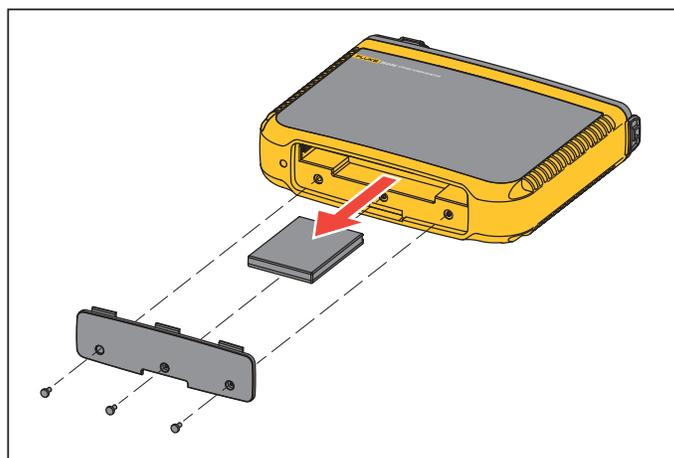

Figure 16. Remplacement des piles
1. Enlevez les trois vis et retirez le couvercle du logement de la batterie. Voir la Figure 16.